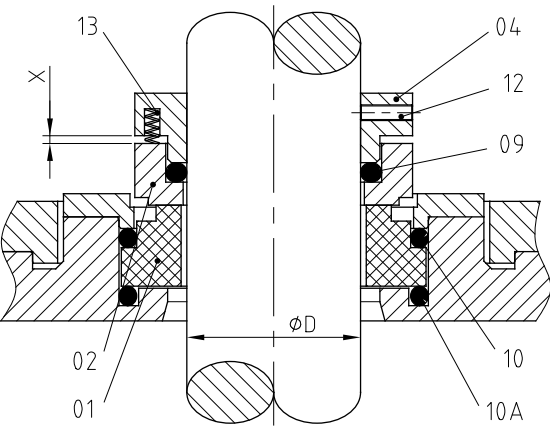

Figura 8.1 Dimensioni della tenuta meccanica EDV. meccanica GTED.
- Rimuovere le protezioni della lanterna (47) rimuovendo i bulloni (50).
- Rimuovere il prigioniero (12) dalla parte rotante della tenuta meccanica (08) (*Vedere la Figura 8.1 o 8.2*).
- Rimuovere la vite (50B) e la rondella (17) che fissano l'albero (05) al motoriduttore (93).
- Con l'ausilio di imbracature, sollevare con cautela il motoriduttore (93) in posizione verticale per separarlo dall'albero (05), rimuovendo prima i bulloni a testa esagonale (52), le rondelle (53) e i dadi (54) che lo fissano alla lanterna (04). Assicurarsi di non urtare né danneggiare la tenuta meccanica durante questa procedura.
- Estrarre la chiave (61) dall'albero (05).
- Rimuovere la parte rotante della tenuta meccanica (08) dall'albero (05).
- Rimuovere il gruppo lanterna (04) dall'albero (05) dal lato superiore.
- Separare la lanterna (04) dalla piastra di base (42) rimuovendo le viti (50A).
- Rimuovere la copertura della tenuta (09) e la contro-copertura della tenuta (11) svitando i bulloni a testa esagonale (52C) e le rondelle (53C) che le fissano alla piastra di base (42).
- Estrarre la parte fissa della tenuta meccanica (08) dalla piastra di base (42) prestando attenzione a non danneggiarla.
- Estrarre l'O-ring (80) dalla contro-copertura della tenuta (09), prestando attenzione a non danneggiarlo.
- Posizionare l'albero (05) in posizione verticale in un luogo adeguato.
- Installare l'O-ring (80) in posizione sulla copertura della tenuta (09).
- Montare la parte fissa della tenuta meccanica (08) sulla copertura della tenuta (09), fissare la contro-copertura della tenuta (11) sulla piastra di base (42) e fissarla con i bulloni a testa esagonale (52C) e le rondelle (53C).
- Ora montare la lanterna (04) sul gruppo piastra di base (42) e fissarla utilizzando le viti (50A).
- Installare questo gruppo sull'albero (05). Assicurarsi di non urtare né danneggiare la sede della tenuta meccanica (08) durante l'esecuzione di questa procedura.
- Bagnare la zona dell'albero (05) su cui sarà montata la parte rotante della tenuta meccanica (08) con glicerina o sapone liquido compatibile con il materiale della tenuta.
- Quindi montare la parte rotante della tenuta meccanica (08) sull'albero (05), spingendola fino a quando la superficie di tenuta non entra in contatto con la parte fissa della tenuta. Non serrare ancora completamente il prigioniero (12). \(Vedere la Figura 8.1 o 8.2\)
- Posizionare la chiave (61) sull'albero (05).
- Con l'ausilio di imbracature, montare il motoriduttore (93) in posizione verticale sulla lanterna (04) e fissarlo con il bullone (52), le rondelle (53) e i dadi (54); quindi collegare e fissare l'albero (05) al motoriduttore (93) utilizzando la vite (50B) e la rondella (17).
- Controllare la posizione di montaggio della parte rotante della tenuta (08) in 3 punti con uno spessore e serrare il prigioniero (12) secondo le specifiche di montaggio. \(Vedere la Figura 8.1 o 8.2\)
- Installare le protezioni della lanterna (47) sulla lanterna (04) utilizzando le viti (50) per fissarle.